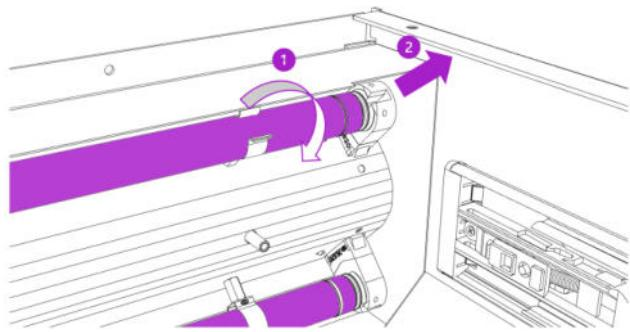

Fig. 17
3. Gire las lámparas UV-C en la dirección de la flecha como se muestra en la Fig. 17 (1) hasta que escuche un chasquido. Retire las lámparas UV-C en dirección de flecha (2). Deseche las lámparas UV-C (véase Fehler! Verweisquelle konnte nicht gefunden werden., página Fehler! Textmarke nicht definiert.)